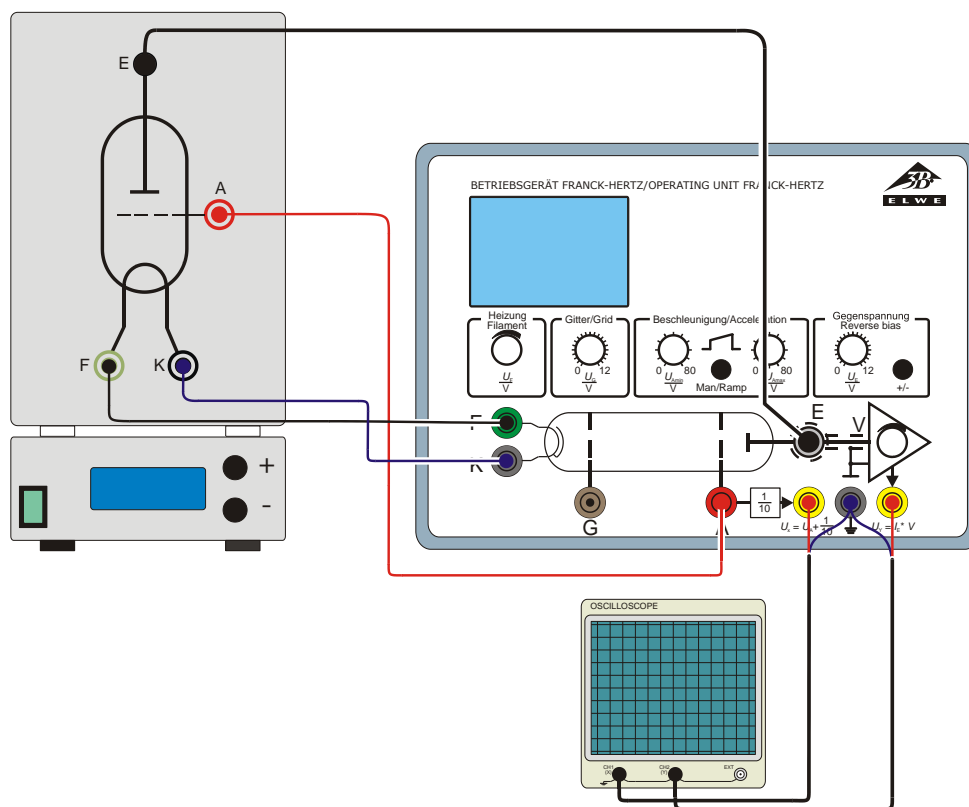

Fig. 1 Montaje de experimentación, tubo de Franck-Hertz con Hg
- Se conectan entre sí las salidas resp. las entradas "A", "F", "K" (ver fig. 1).